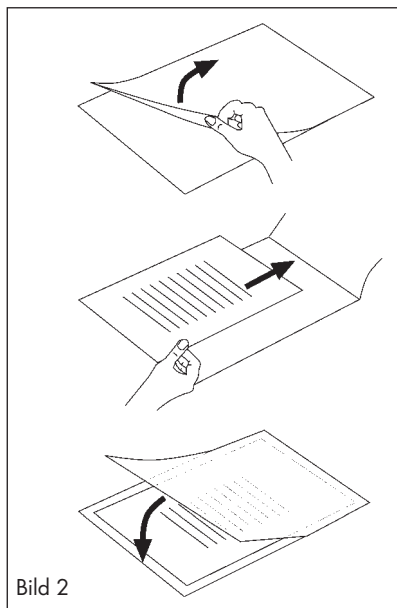

Bild 2
-  Var noga med att bara använda en plastficka åt gången när du laminerar. Vik ut den först, så som visas på t ex bild 2.